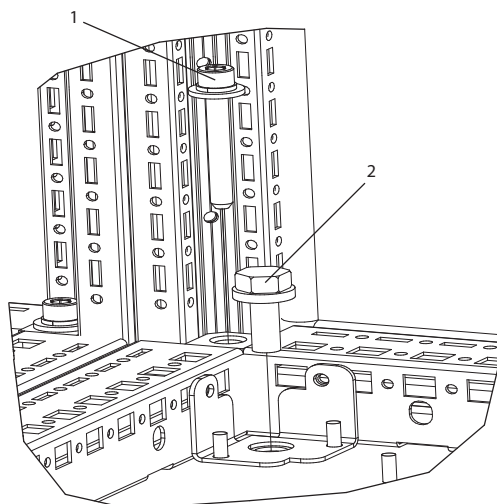

Рисунок 5.30 Местоположение крепежных деталей
2. Используя стопорную шайбу и плоскую шайбу, закрепите каждый из болтов M8x60 мм через корпус в резьбовом отверстии в основании. Используйте четыре болта для каждого шкафа. См. Рисунок 5.30
3. Используя невыпадающую стопорную шайбу и плоскую шайбу, закрепите каждый из болтов M10x30 мм через пластину основания в резьбовом отверстии в основании. Используйте четыре болта для каждого шкафа. См. Рисунок 5.30
Таблица 5.24 Пояснения к Рисунок 5.30